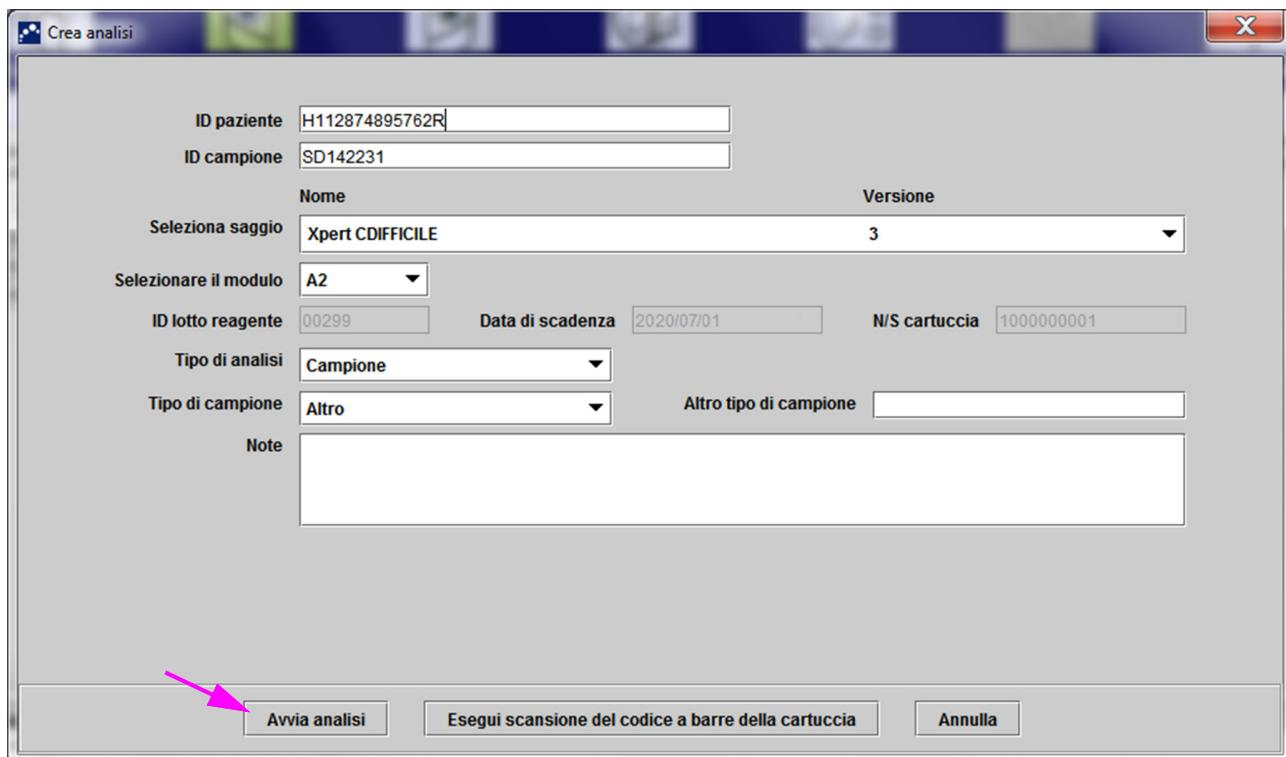

Figura 5-32. Finestra di dialogo Crea analisi pronta per avviare il test
4. Posizionare la cartuccia sul fondo dell'alloggiamento del modulo. Vedere la Figura 5-32. L'etichetta della cartuccia deve essere rivolta verso l'esterno.